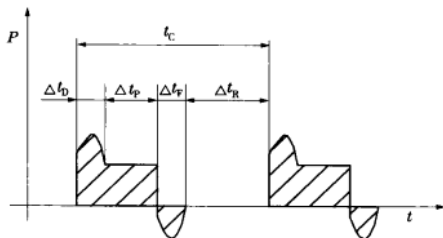

图3 S5 工作制
4) S5 工作制——包括电制动的断续周期工作制。其定义是按一系列相同的工作制周期运行,每一周期包括一段起动时间、一段恒定负载运行时间、一段电制动时间和一段停机和断能时间(见图3)。